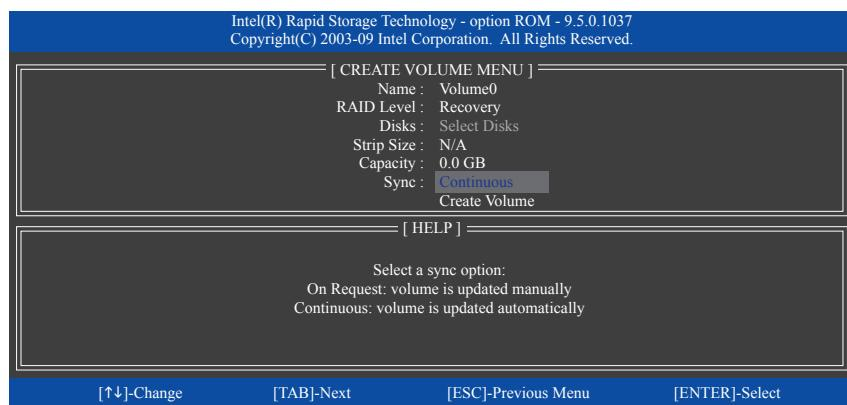

図11
**Sync (同期)** の下で、**Continuous (連続)** または **On Request (要求に応じて)** を選択します(図11)。**Continuous (連続)** に設定されているとき、両方のハードドライブがシステムの取り付けられていれば、マスタードライブのデータを変更するとその変更はリカバリドライブに自動的かつ連続してコピーされます。 **On Request (要求に応じて)** では、オペレーティングシステムのIntel Matrix Storage Consoleの**Update Volume (ボリュームの更新)** 機能を使用してマスタードライブからリカバリドライブに手動でデータを更新できます。 **On Request (要求に応じて)** では、マスタードライブを以前の状態に復元することもできます。